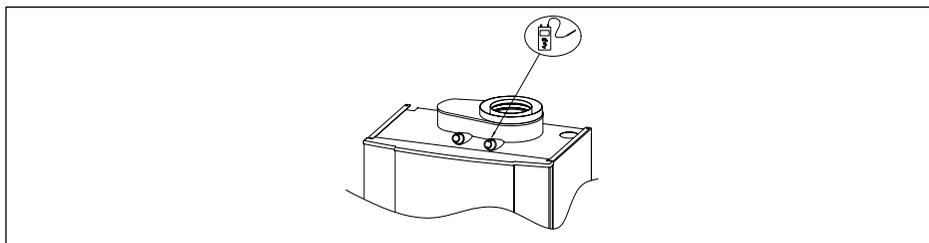

Fig. 24 Point de mesure
18. Contrôler le bon fonctionnement du dispositif de réglage du rapport air/gaz en mesurant la teneur en CO₂ (ou en O₂ en raison de l'adjonction de CO₂ dans le gaz naturel dans certaines régions) dans le conduit d'évacuation des gaz de combustion (*point de mesure, voir Tableau 16 et Fig. 24*).